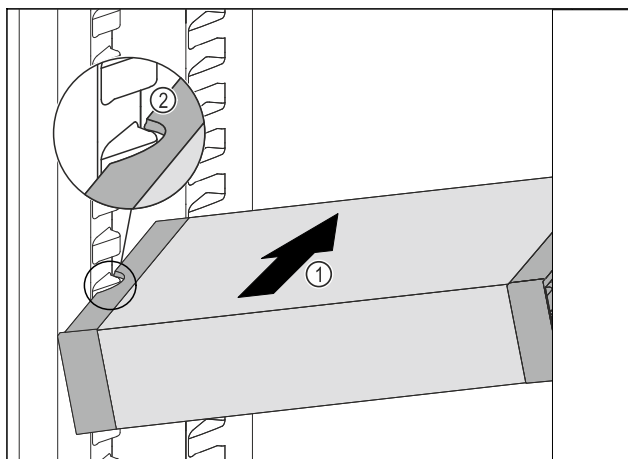

Fig. 84
- ▶ VarioSafe zasúvajte šikmo do chladničky Fig. 84 (1), kým sa bočné vybraná Fig. 84 (2) VarioSafe nebudú nachádzať vo výške rebra nádoby v chladničke.